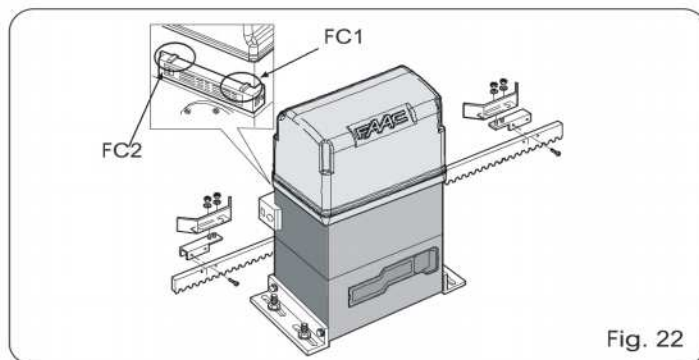

Fig. 22
- 1) Ensamble el final de carrera centrando la chapa respecto a los pernos roscados del soporte (fig. 22).